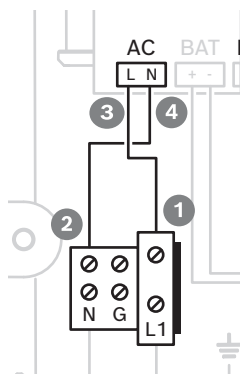

Рис. 3.2: Подключения светодиодного индикатора
2. Подключите синий провод к порту, помеченному N (рис. 3.2, позиции 2 и 4).
3. Подключите коричневый провод к порту, помеченному L (рис. 3.2, позиции 1 и 3).
4. Подключите единственный коричневый провод к позиции 3, отмеченной буквой L (рис. 3.2).
5. Подключите другой конец коричневого провода к позиции 1, помеченной L1 (рис. 3.2).
6. Подключите единственный синий провод к позиции 4, помеченной N (рис. 3.2).
7. Подключите другой конец синего провода к позиции 2, помеченной N (рис. 3.2).
2. Подключите нейтральный провод к разъему **N** (рис. 3.2).
3. Подключите фазный провод к разъему **L1** (рис. 3.2).